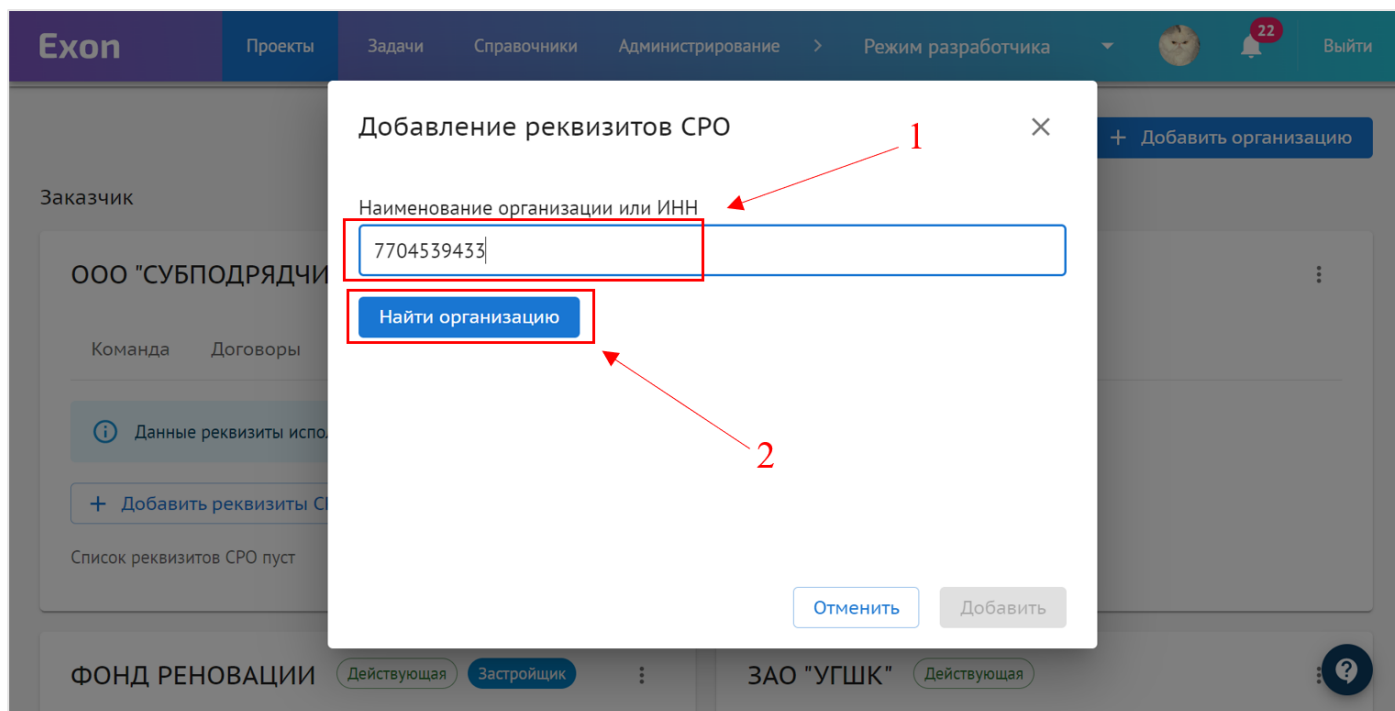

Рис. 29 – Реквизиты СРО
3. Ввести ИНН или наименование необходимой саморегулируемой организации (1) (ИНН или наименование СРО любой строительной организации можно узнать на сайте <https://reestr.nostroy.ru/> или проектной организации на сайте <https://www.nopriz.ru/nreesters/elektronnyy-reestr/>), затем нажать на «Найти организацию» (2) (рис.29);